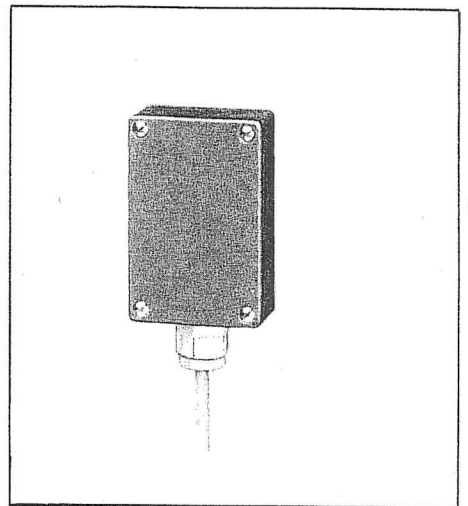

Bild 7
1.4 Vorlauffühler VFAN 2 (Bild 7)